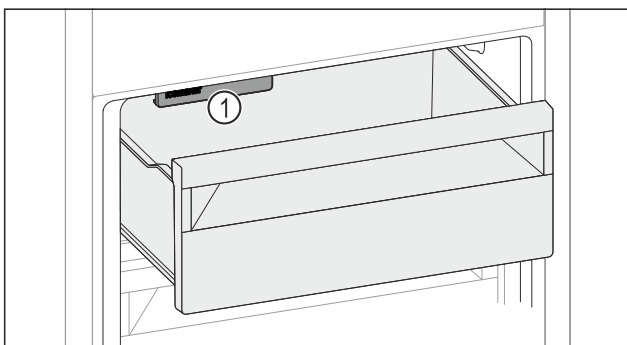

Fig. 63
- ▶ Слідувати за функцією IceMaker Fig. 63 (1).